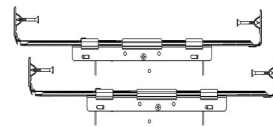

Fig. 3
2. Le système de barres de suspension a deux positions. Déterminez le type de fixation le mieux adapté à l'installation (Fig. 3).